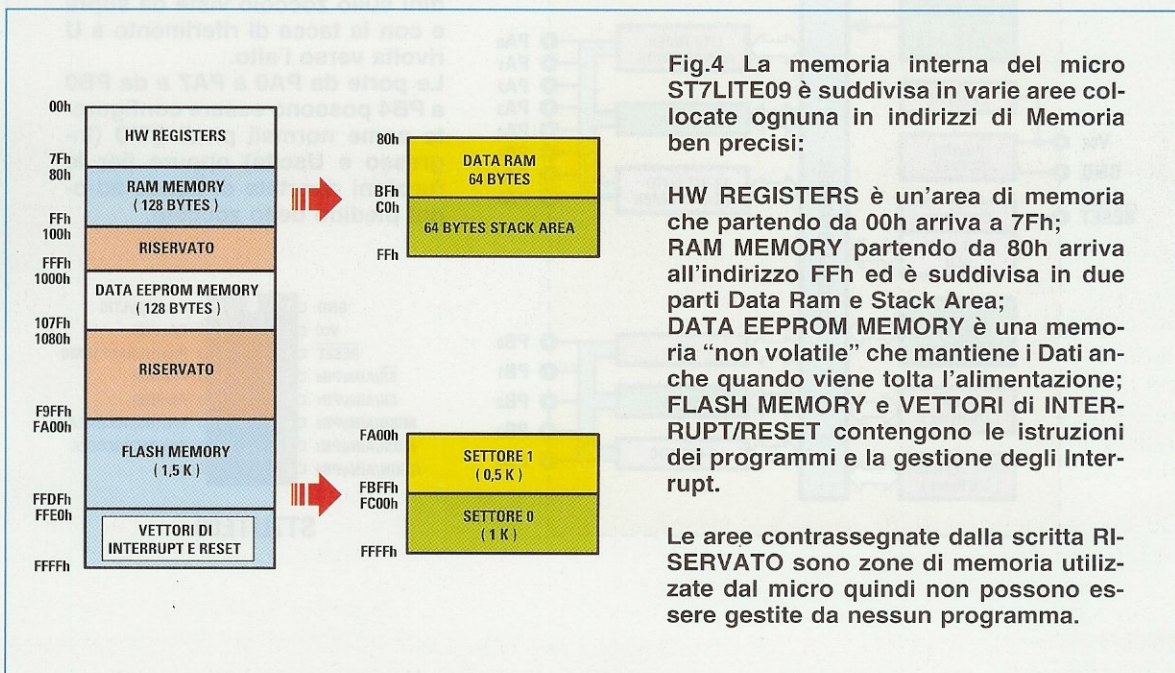

Fig.4 La memoria interna del micro ST7LITE09 è suddivisa in varie aree collocate ognuna in indirizzi di Memoria ben precisi:
In fig.4 riportiamo la mappa della **memoria** che ci sarà utile per spiegarvi le varie aree:
**Data ram:** questa prima locazione di memoria occupa **64 bytes** dall'indirizzo **80h** a **BFh** (vedi fig.4) e contiene la definizione delle **variabili** del programma.
**Stack area:** questa seconda locazione di memoria occupa **64 bytes** dall'indirizzo **C0h** all'indirizzo **FFh** (vedi fig.4).
Questa locazione di memoria occupa da **1000H** a **107Fh** (vedi fig.4).
Questa memoria, come evidenziato in fig.4, è suddivisa in due **settori**:
E' una parte di **Flash Memory** riservata ai **vettori** degli **interrupt mascherabili** e **non mascherabili** e va dalla locazione FFE0h alla locazione FFFFh (vedi fig.4).